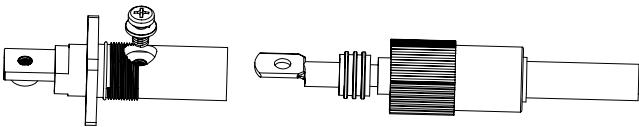

Figura 3.6
d) Fixar o terminal com um parafuso. (conforme ilustrado na figura 3.6)